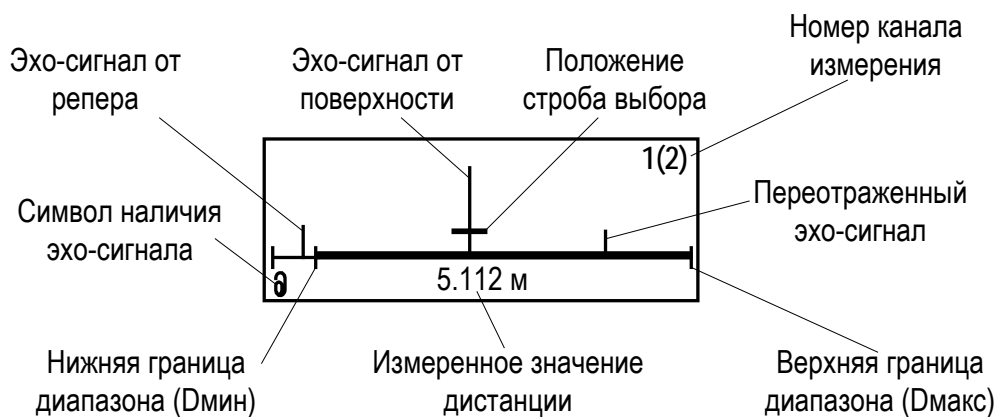

Рис.2. Вид окна Развертка.
- 1.1.8. В уровнемере предусмотрена возможность индикации в графической форме регистрируемых сигналов, попадающих в заданный диапазон измерений. Сигналы отображаются в окне **РАЗВЕРТКА (Настройка / Параметры объекта / Развертка)** в порядке прихода по времени (рис.2).